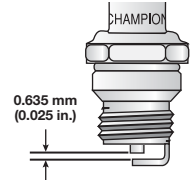

Fig. 32
3. Cambie las bujías que estén rajadas, sucias o deterioradas. Fije la separación de aire a 0,635 mm (0,025 pulgadas) utilizando un calibrador (Fig. 32).